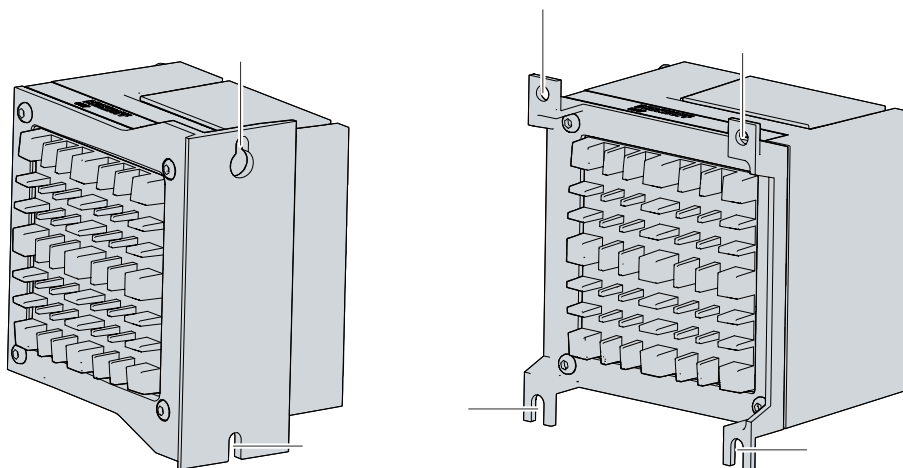

図 25: C6017 _固定用ネジの位置
2. 固定用ネジがネジ穴に収まるまで、PCを持ち上げます(図25 参照)。